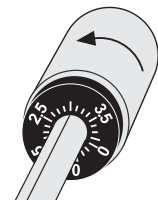

Abb. 8 Auflagegewicht einstellen
8. Die Skala gibt das Auflagegewicht in Gramm an. Für das mitgelieferte Abtastsystem ist ein Auflagegewicht von 3,5 g erforderlich. Drehen Sie dazu das Gegengewicht (mitsamt der Skala) entgegen dem Uhrzeigersinn, bis die Markierungslinie des Tonarms auf „3,5“ zeigt (Abb. 8). Wenn Sie ein anderes Abtastsystem verwenden stellen Sie das vom Hersteller angegebene Auflagegewicht ein.